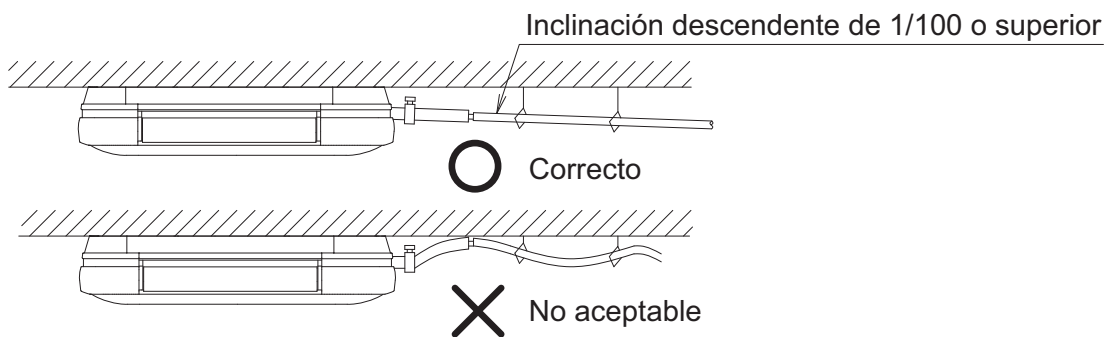

Fig. 28
- Instale la tubería lo más corta posible con una inclinación descendente de 1/100 o superior y sin que pueda paralizarse el aire. **(Consulte la Fig. 28)**